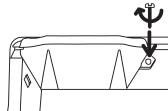

Рис. 5
- Дополнительно закрепите блок управления на конвекторе с помощью винта (входит в комплект) (рис. 5).